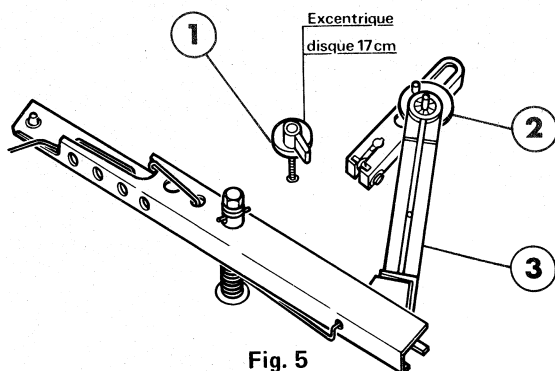
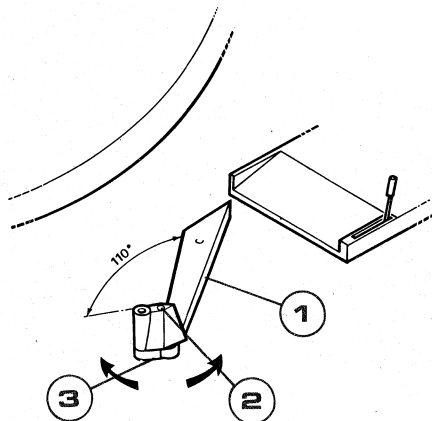

Fig. 5
Fig. 6
Réglage du point de tombée sur disque 17 cm (Fig. 5)
- 9° - Desserrer la vis de blocage (2) du palpeur (3) (Fig. 6).
- 10° - Orienter celui-ci de sorte qu'il forme un angle de 110° avec son bras (1) (Fig. 6).
- 11° - Serrer la vis de blocage (2).
- 12° - Décoller à présent avec précaution l'excentrique (2) en bout du levier de sélection (3) (Fig. 5).
- 14° - Agir sur l'excentrique (2) (Fig. 5) de sorte que la pointe de lecture se pose au milieu de la plage d'entrée du disque :
- 16° - Recoller l'excentrique (2) (Fig. 5) avec une goutte d'acétone.